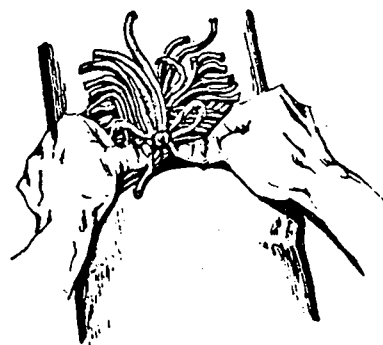

FIG. 4
5.º Passo — Amarre as pontas, deixando uma abertura para fazer o preenchimento (fig. 4).